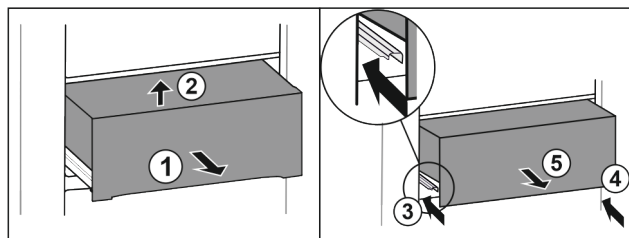

Fig. 38*
- ▶ Sortir le tiroir à mi-chemin Fig. 38 (1).*
- ▶ Le soulever à l'avant Fig. 38 (2).*
- ▶ Rentrer le rail de gauche Fig. 38 (3).*
- ▶ Rentrer le rail de droite Fig. 38 (4).*
- ▶ Retirer le tiroir par l'avant Fig. 38 (5).*